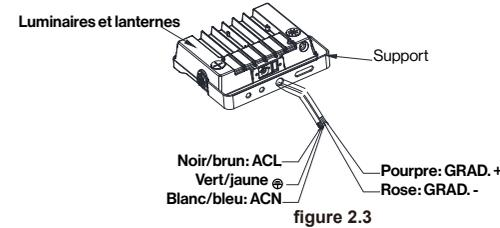

figure 2.3
Étape 2: finaliser la connexion du fil en respectant la bonne méthode de connexion (repérer le fil positif, le fil négatif et le fil de mise à la terre). (figure 2.3)